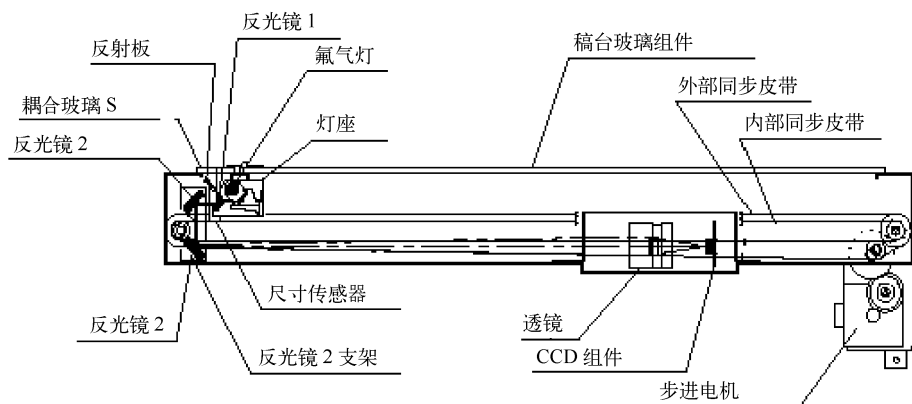

图 4-35 夏普 AR-318 数码复印机 CCD 扫描机构原理图
② 图 4-35 为 AR-318 数码复印机 CCD 扫描机构原理图，通过此图可清楚地了解数码复印机扫描与模拟复印机扫描系统的不同之处。使用 CCD 作为光接收单元，再进行数字化的过程。
③ AR-318 数码复印机故障排除方法。